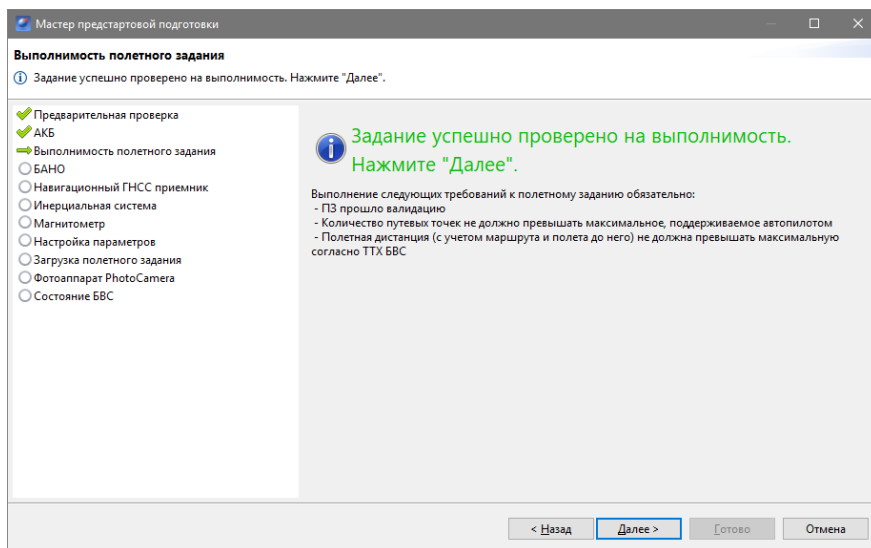

Рис. 102: Выполнимость полетного задания
- Выполнимость полетного задания (рис. 102);